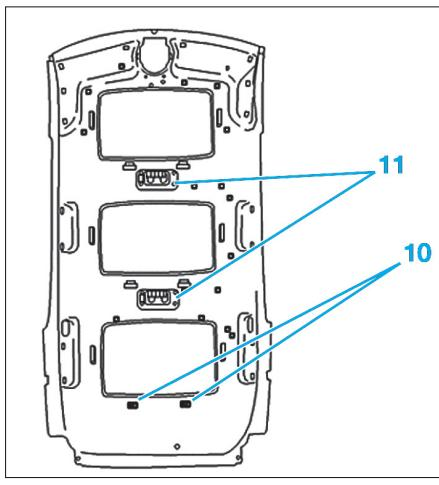

Fig. 50
- Ecartez la partie arrière de la garniture de pavillon et couper les deux points de colle (10) (Fig.50).
- Déposer les plafonniers (11) puis les fixations situées derrière.